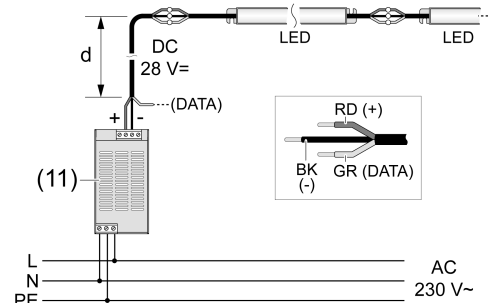

Bild 5: Schaltskizze
- LED-Leuchten gemäß Schaltskizze anschließen (Bild 5).